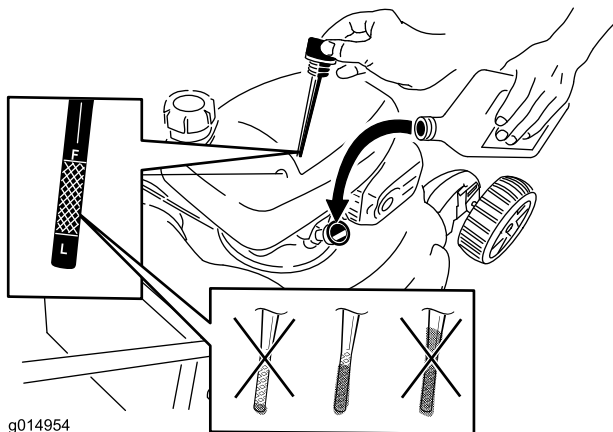

Bild 7
1. Ziehen Sie den Peilstab heraus (Bild 7).
2. Gießen Sie **langsam** Öl in das Einfüllrohr, prüfen Sie den Stand regelmäßig mit dem Peilstab, bis der Peilstab anzeigt, dass der Motor voll ist, wie in Bild 7 dargestellt. **Füllen Sie nicht zu viel ein.** (Max. Füllstand: 0,55 l, **Sorte: Waschaktives SAE 30-KFZ-Öl** mit der Klassifizierung SL, SM